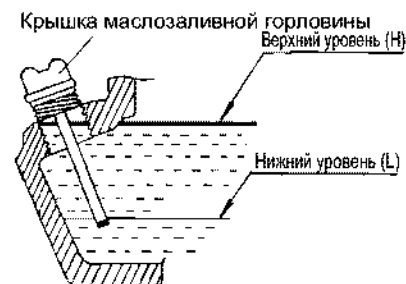

Рис. 54
4. Наливайте масло до верхнего предела, который указан на крышке маслозаливной горловины. (Рис. 54)